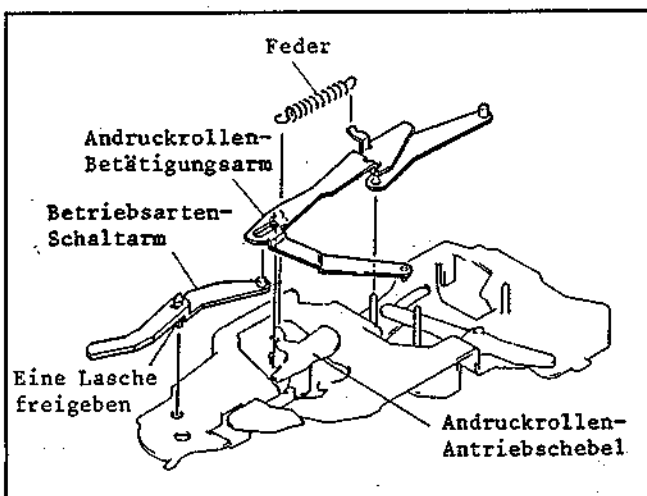

Abb. 7-24 Andruckrollen-Betätigungsarm, Betriebsarten-Schaltarm
24. Andruckrollen-Betätigungsarm, Betriebsarten-Schaltarm (Abb. 7-24)